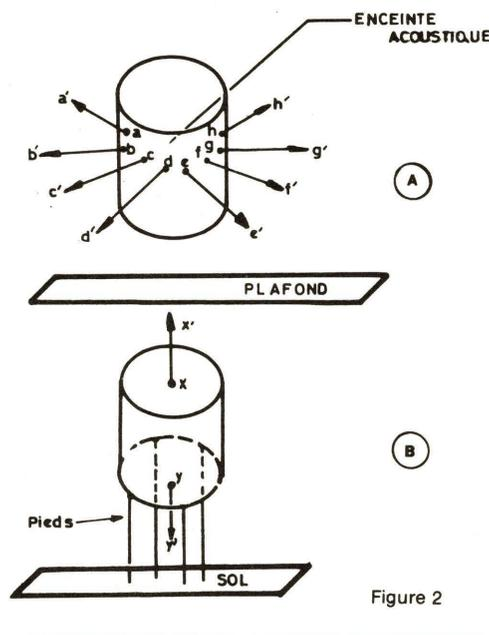
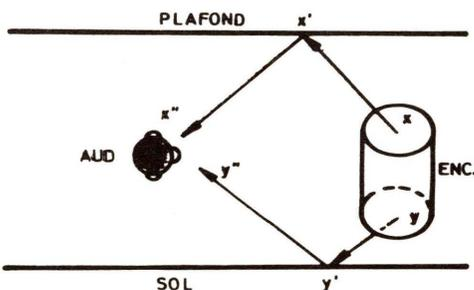

Figure 2
Figure 3
L'effet omnidirectif est conçu, généralement pour agir dans toutes les directions horizontales comme on le montre à la **figure 2** (A). Sur cette figure, tous les trajets des sons, représentés, pour simplifier, comme les rayons (comme en optique) sont dans un même plan horizontal si l'enceinte est de forme cylindrique ou prismatique, avec une des bases sur le sol.
Les effets supplémentaires obtenus, peuvent être utiles ou nuisibles. S'ils sont utiles, il faut que les enceintes soient munies de haut-parleurs orientés dans les deux sens : haut et bas. De plus, il faut que les deux surfaces, plancher et plafond, soient réfléchissantes. L'enceinte sera alors placée à une certaine hauteur par rapport au sol comme on le voit en (B) figure 2. On voit que l'enceinte, de forme cylindrique est munie de quatre (ou trois) pieds de hauteur telle que la base inférieure soit à une hauteur de l'ordre de 40 cm du sol.
Pratiquement, si l'on s'intéresse aux directions « sol » et « plafond », il ne faut pas que les directions $x'x''$ et $y'y''$ (figure 2 B) soient exactement verticales, mais un peu obliques. Dans ce cas, les « rayons » réfléchis pourront parvenir aux auditeurs. Cela est montré à la figure 3. L'enceinte E disposée à l'arrière est munie, haut et bas, de haut-parleurs inclinés dans la direction des points x' et y' situés respectivement sur les deux surfaces horizontales réfléchissantes, de manière à ce que les « rayons » réfléchis $x''x''$ et $y''y''$ soient orientés vers l'auditeur « AUD ».